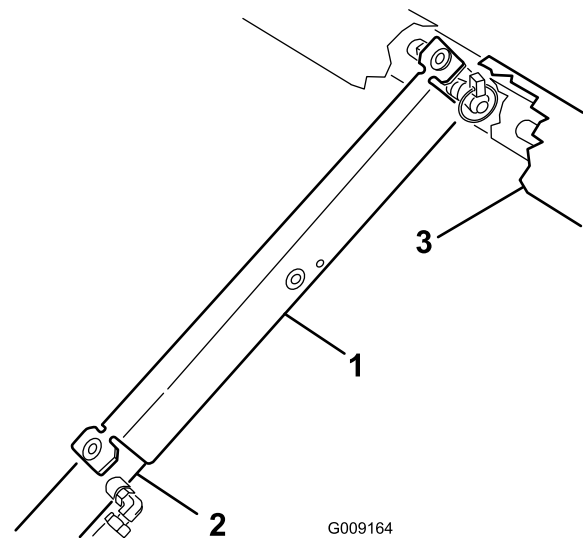

Bild 47
7. Schieben Sie die Ladepritschenstütze auf die Zylinderstange. Achten Sie darauf, dass die Stützenendflaschen auf dem Ende der Zylindertrommel und auf dem Ende der Zylinderstange aufliegen (Bild 47).